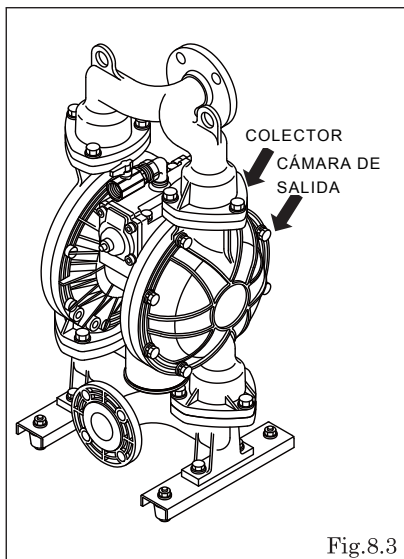

Fig.8.3
- Vuelve a apretar el compartimiento de la salida y entonces el múltiple en esta orden. [Fig. 8.3]